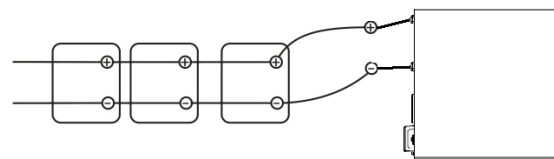

Рис.3
- 3) Параллельное подключение нескольких АКБ (см. рис. 3):** Напряжение каждой батареи должно быть равно номинальному напряжению постоянного тока ИБП.